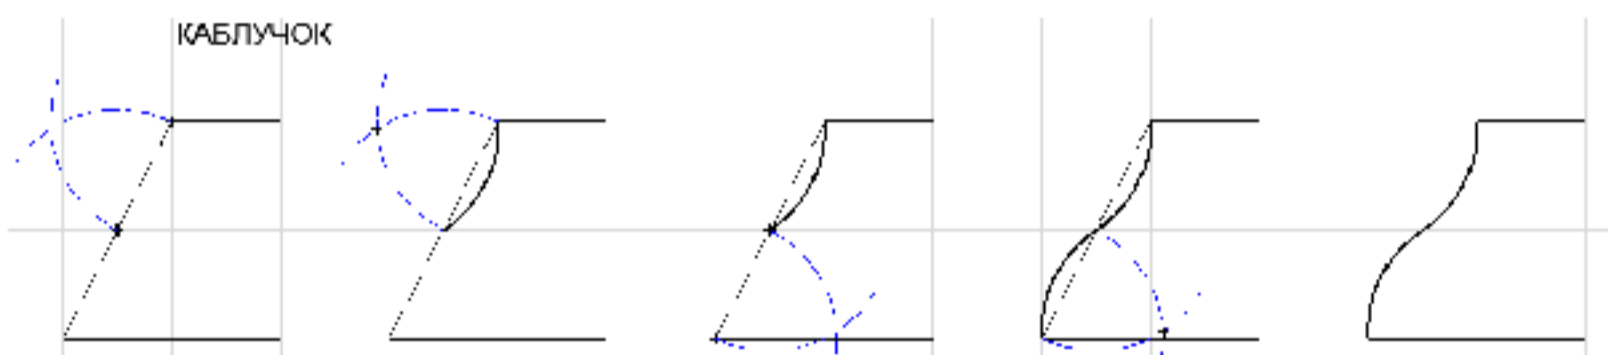

**Рис. 1.15**
**Точками Привязки** осуществляется разметка элемента следующими вариантами (рис. 1.15): *Середина* (деление сегмента пополам), *Части* (деление сегмента на заданные равные части), *Процент* (деление сегмента на заданные доли), *Расстояние* (деление сегмента на заданное расстояние), *Равные Части* (деление сегмента на равные части заданной длины или максимально к ней приближенной). Деление сегмента происходит специальными поперечными метками, которые появляются на несколько секунд в момент касания его курсором. Привязка к меткам (точкам привязки) аналогична привязке к узловым точкам (курсор-галочка или курсор-черный карандаш).
Включите режим *Точки Привязки* . Режим можно включить на стандартном табло команд либо на панели управления. Текущей разметкой должен быть назначен вариант *Середина* (как на рис. 1.15).